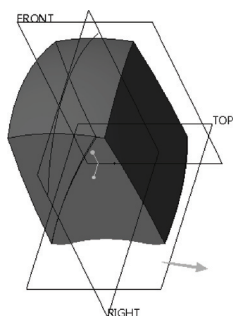

图 12-87 切口实体化操作
2) 在“实体化”选项卡中单击  (切口实体化) 按钮, 并单击  (更改刀具操作方向) 按钮, 确保模型如图 12-87 所示。